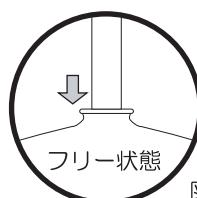

図1
- コードケースの動かし方は、コードアジャスターをコードケースに押し込みフリー状態(図1参照)にして移動させてください。